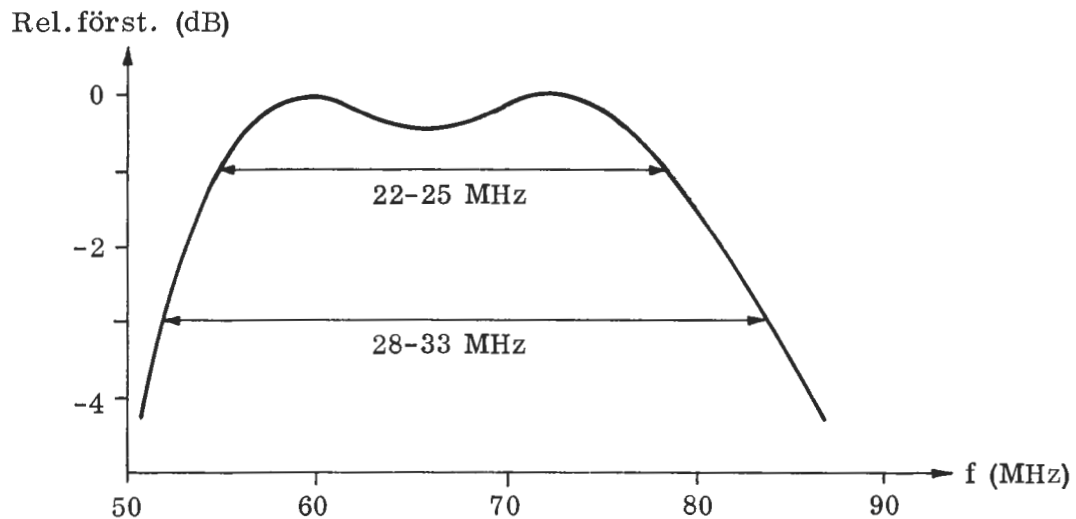

Bild 4
- 1.5 Koppla till stationen och trimma L644 och T608 till resonanskurvform enligt bild 4.